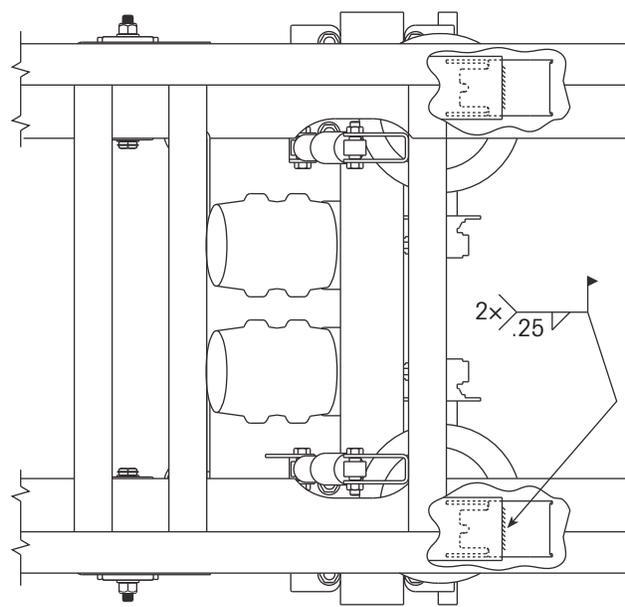

Figura 42. Sostenga temporalmente la extensión de la viga en su lugar
6. Usando una abrazadera tipo C u otro dispositivo apropiado, sujete temporalmente las extensiones de la viga a las vigas de la suspensión trasera (figura 42).